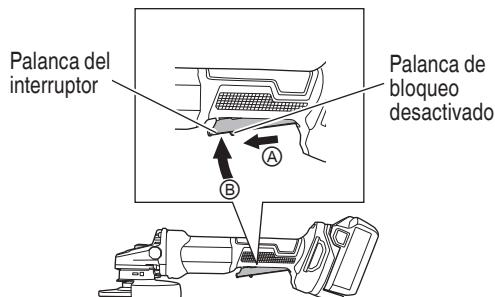

Fig. 15
2. Conecte la alimentación de la amoladora. (Fig. 15) Para encender, deslice la palanca de bloqueo desactivado en la dirección de Ⓐ y presione la palanca del interruptor en la dirección de Ⓑ como se muestra en la Fig. 15. Suelte la palanca del interruptor para apagar.